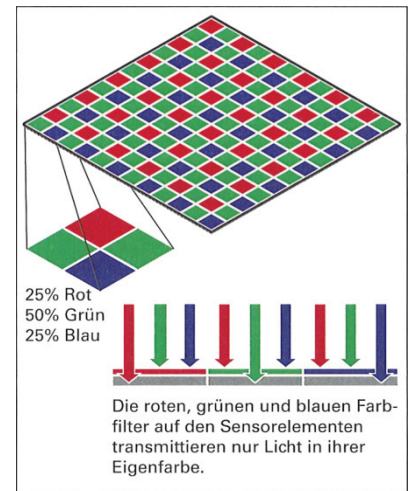

Abb. 3-6: Bayer-Mosaik (Böhlinger, et al., 2008), S. 275
- Der Kamerasensor ist eigentlich farbenblind. Um Farben erfassen zu können, ist jedem Sensorelement ein Farbfilter (ROT, GRÜN oder BLAU) aufgedampft. Jedes Sensor-element erfasst so die Helligkeitsinformation von nur einer Farbe (Abb. 3-6).